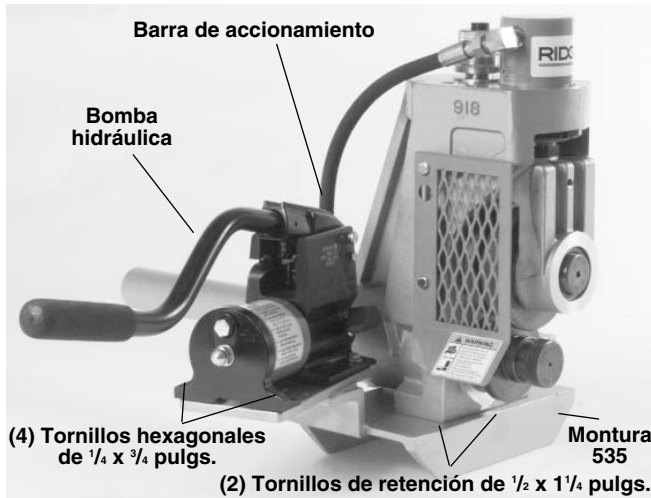

Figura 7 – Ranuradora a Rodillos No. 918 puesta sobre la montura de la Máquina Roscadora No. 535
1. Coloque la Ranuradora a Rodillos 918 sobre la montura, como se muestra en la Figura 7.
2. Instale y apriete los dos (2) tornillos hexagonales de 1/2 x 1 1/4 pulg. que fijan a la 918 sobre la montura.
3. Coloque la bomba hidráulica en posición y atorníllela firmemente con cuatro (4) tornillos hexagonales de 1/4 x 3/4 pulg.
4. Acople el adaptador de la barra de accionamiento a la ranuradora apretando los dos (2) tornillos de retención.